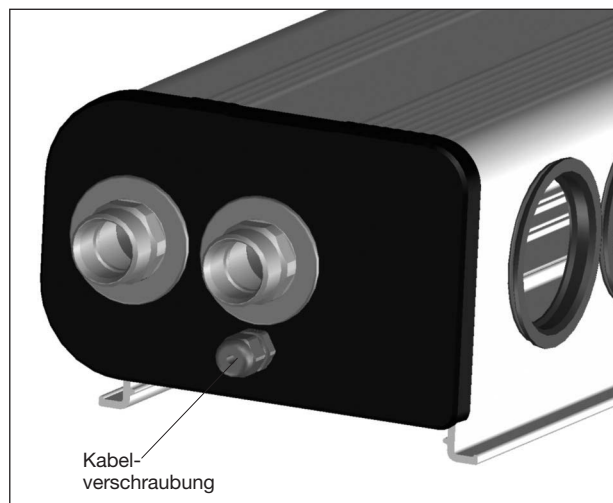

Abb. 28: Abdeckkappe links mit Kabelverschraubung zur Fixierung eines Temperaturfühlerkabels (z.B. PT 1000)
Stränge mit jeweils 120 Röhren aufgeteilt, dabei hat jeder einzelne Strang den gleichen Rohrleitungswiderstand – somit werden gleiche Durchflussmengen erreicht. Der Temperaturfühler muss immer in dem heißen Vorlauf (VL) installiert werden. Bei den Kollektoren OKP 10 und OKP 20 ist die Aufnahme für den Temperaturfühler auf der linken Seite des Kollektors vorgesehen (siehe Abb. 28).